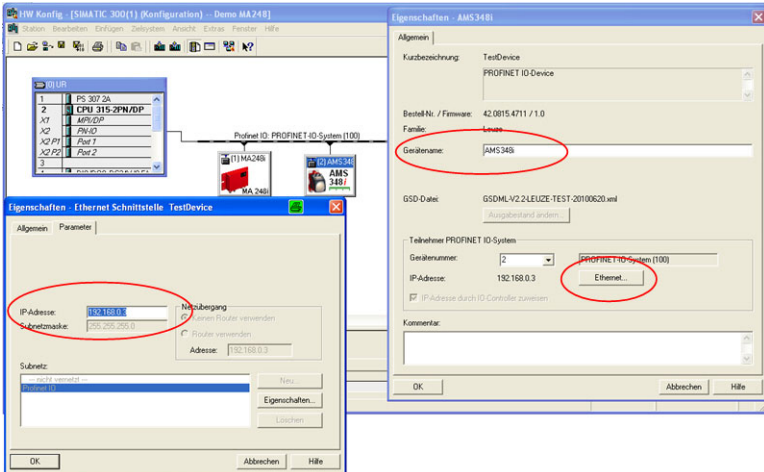

Bild 9.6: Eindeutigen Gerätenamen im Eigenschaftsfenster vergeben
- Zuweisen der Gerätenamen an die projektierten IO-Devices (siehe Bild 9.6)